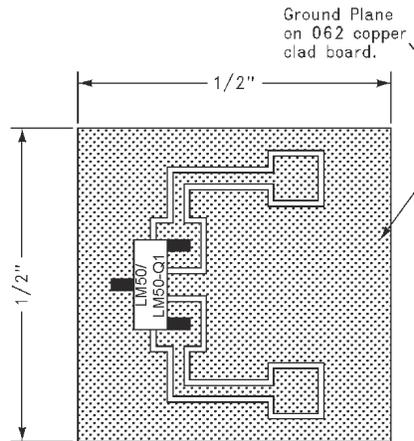

图 8-14. 用于散热器生成热响应曲线的印刷电路板 LM50-Q1 (旧芯片)
(1) 器件焊接到 30 号导线。
(2) 使用的散热器是带有 2 盎司箔片的 0.5 英寸方形印刷电路板，其部件安装如 图 8-14 所示。